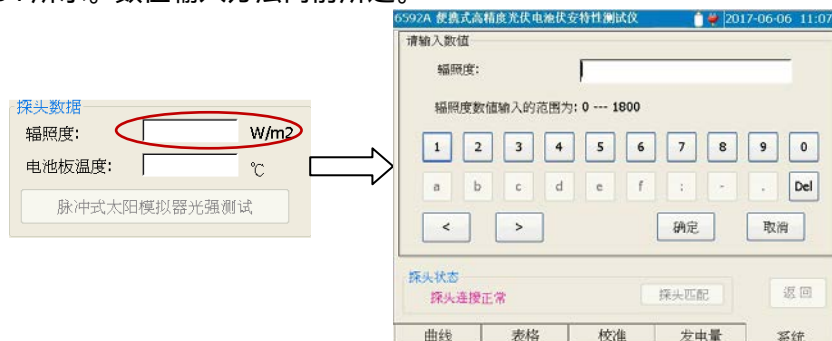

图 5-34 辐照度数值编辑示意图
- l) 辐照度编辑框：当选择【从探头获取辐照度】或者【太阳模拟器辐照度】时，此编辑框将显示测试所得的数值，不允许编辑。当选择【手动辐照度】时，此编辑框允许编辑，点击编辑框，或者将操作焦点（ $\odot$ ）移至此编辑框前，然后按下 Enter 键，则将弹出数值输入窗口，示意图如图 5-34 所示。数值输入方法同前所述。